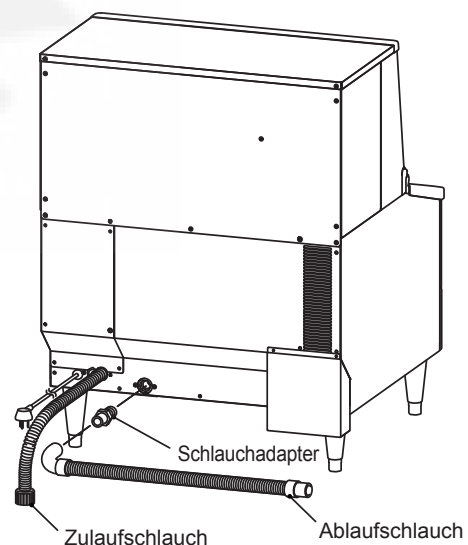

Abb. 3
- 2) Um die Schlauchverschraubung ein PTFE-Band wickeln und den Schlauchadapter in den Wasserablauf des Eisbereiters hineinschrauben. Den grauen, flexiblen Ablaufschlauch (Zubehör) handfest auf den Schlauchadapter schrauben (siehe Abb. 3). Der Schlauch lässt sich auf die richtige Länge, d. h. der Position des Hauptabflusses entsprechend, zuschneiden. Zur Vermeidung von Wasserlecks den Ablaufschlauch mit einer Schlauchklemme am Wasserablauf sichern.